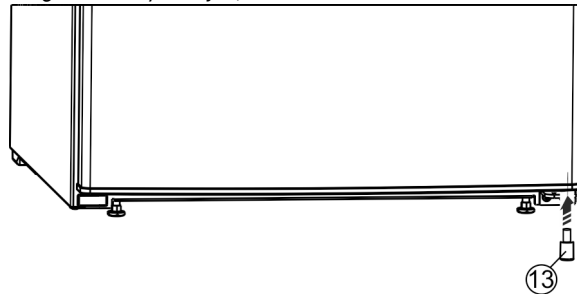

Fig. 11
- ▶ Distanční vložku Fig. 11 (13) opět vsadte vpravo dole do dveří; je důležitá pro stabilitu přístroje.